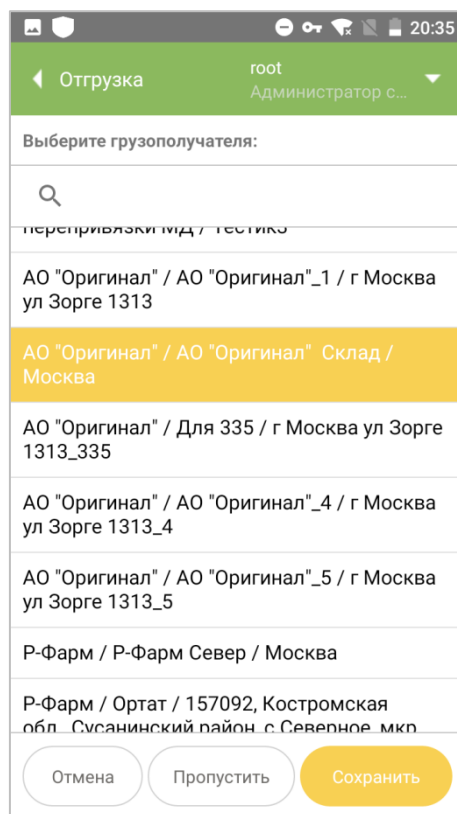
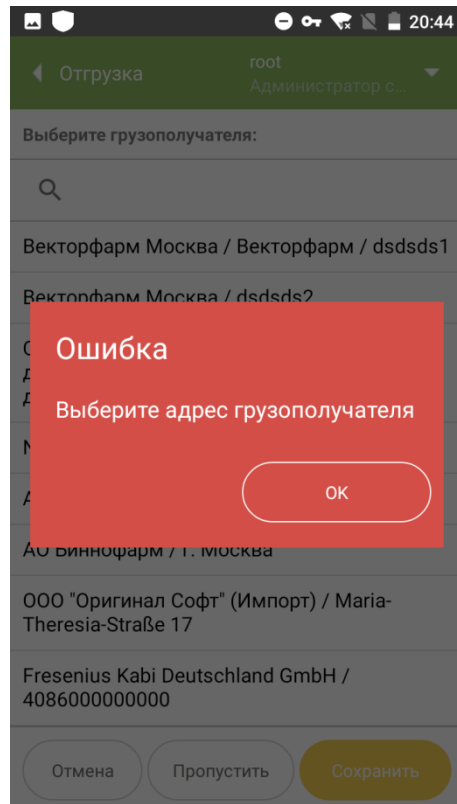

Рисунок 8.5
Рисунок 8.6
6. В открывшемся окне (Рисунок 8.5) выбрать из списка грузополучателя и нажать кнопку «Сохранить». Либо нажать кнопку «Пропустить», для завершения операции без указания грузополучателя. Иначе после нажатия кнопки «Сохранить», появится системное сообщение об ошибке (Рисунок 8.6).